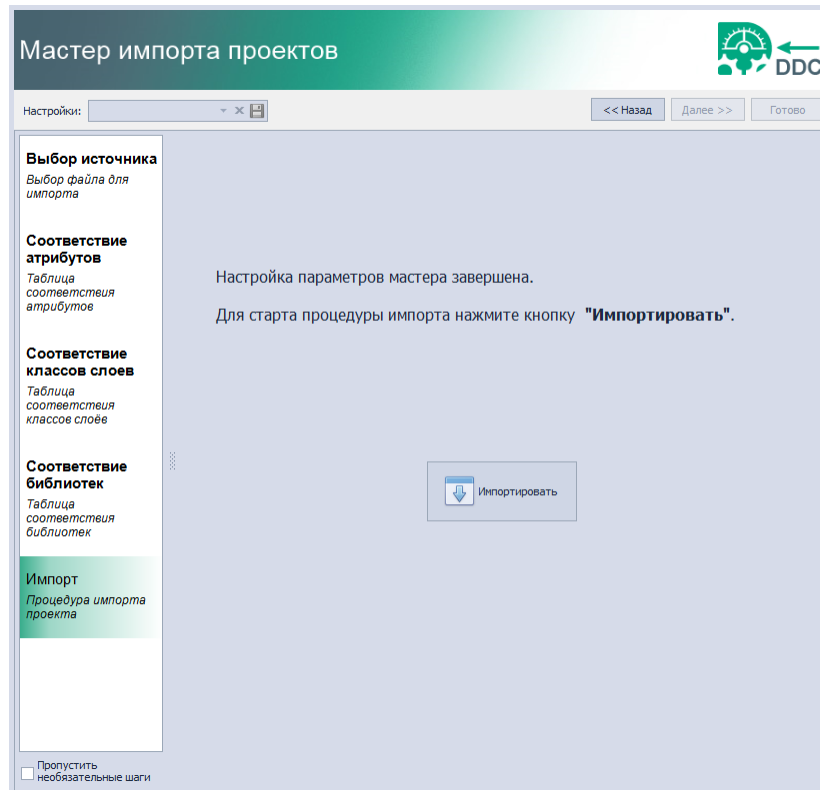

Рис. 69 Запуск процедуры импорта
12.Для старта процедуры импорта нажмите «Импортировать» на следующем шаге, Рис. 69.